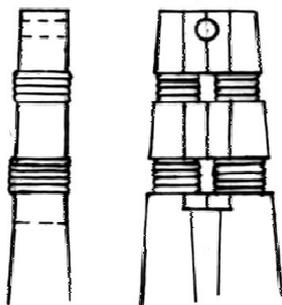

Abb. 13: Stroppzange.
Zunächst wird hier ein Werkzeug vorgestellt, daß bei fast allen Blockeinbindungen zum Einsatz kommt: die "Stroppzange". Der Grundkörper ist eine Rundzange mittlerer Größe. Zuerst wird aus einer Rundzange eine Vierkantzange geschliffen (Abb. 13). Dann verpassen wir der Zange Plastikschnäbel. Hierfür muß ein Material gefunden werden, das mit Sekundenkleber keine Verbindung eingeht. Dieses Material findet man am ehesten bei Leim- oder Klebstoffflaschen oder Flaschentüllen. Bei einem Klebeversuch darf ein Stück Schnur nicht haften (zumindest nicht allzu fest). Die Bearbeitung der Schnäbel erfolgt bis auf die Halbbohrungen. Diese entstehen, nachdem die Schnäbel mit einem Faden und Sekundenkleber an der Zange befestigt sind, mit einem Bohrer. Für den Fallblock (A) liegt der Durchmesser bei 1 mm, die Breite der Schnäbel im Bohrungsbereich bei 1,8 mm. Für die übrigen Blöcke wäre eine Breite von 3 mm besser. Das ist zu erreichen durch eine zweite Zange oder indem die Plastikschnäbel zum Wechseln ausgelegt werden. Zum Schluß wird die Zange durch Schläge auf den Drehzapfen etwas schwergängig gemacht